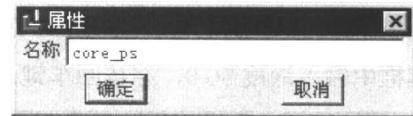

图 1.8 “属性”对话框
Step2. 选择下拉菜单 **编辑(E)** → **属性(R)** 命令, 在如图 1.8 所示的对话框中, 输入分型面名称 core_ps; 单击对话框中的 **确定** 按钮。